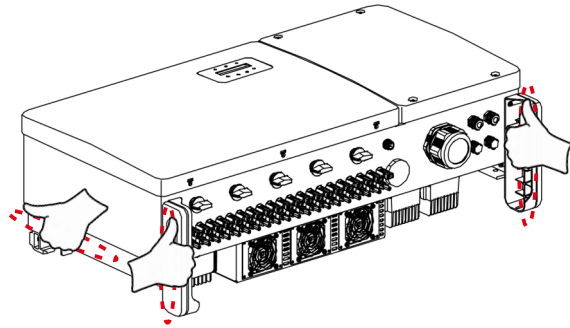

Figura 3.4 Asas del inversor
2. Se necesitan dos personas para sacar el inverter de la caja de envío. Use las asas integradas en el disipador de calor para extraer el inverter de la caja (consulte la figura 3.4).